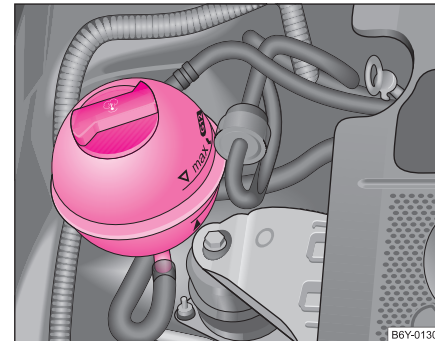

Abb. 140 Motorraum: Kühlmittel-Ausgleichbehälter
- Prüfen Sie den Kühlmittelstand am Kühlmittel-Ausgleichsbehälter ⇒ Seite 193, Abb. 140. Der Kühlmittelstand muss bei kaltem Motor zwischen den Markierungen „MIN“ und „MAX“ liegen. Bei warmem Motor kann er auch etwas über der Markierung „MAX“ liegen.
- Legen Sie einen Lappen auf den Verschlussdeckel des Kühlmittel-Ausgleichsbehälters ⇒ Seite 193, Abb. 140 und schrauben Sie den Deckel **vorsichtig** linksherum ab ⇒ .